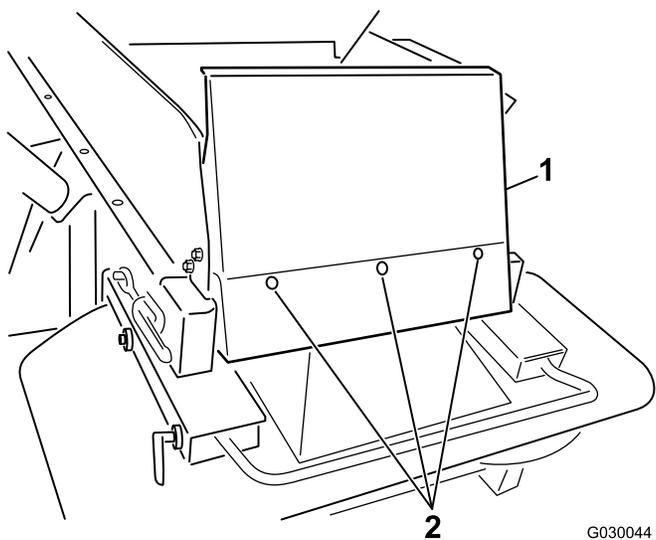

图7
6. 使用提供的圆头螺栓（1/4 x 5/8英寸）和尼龙锁紧螺母安装料斗防护装置（图7）。